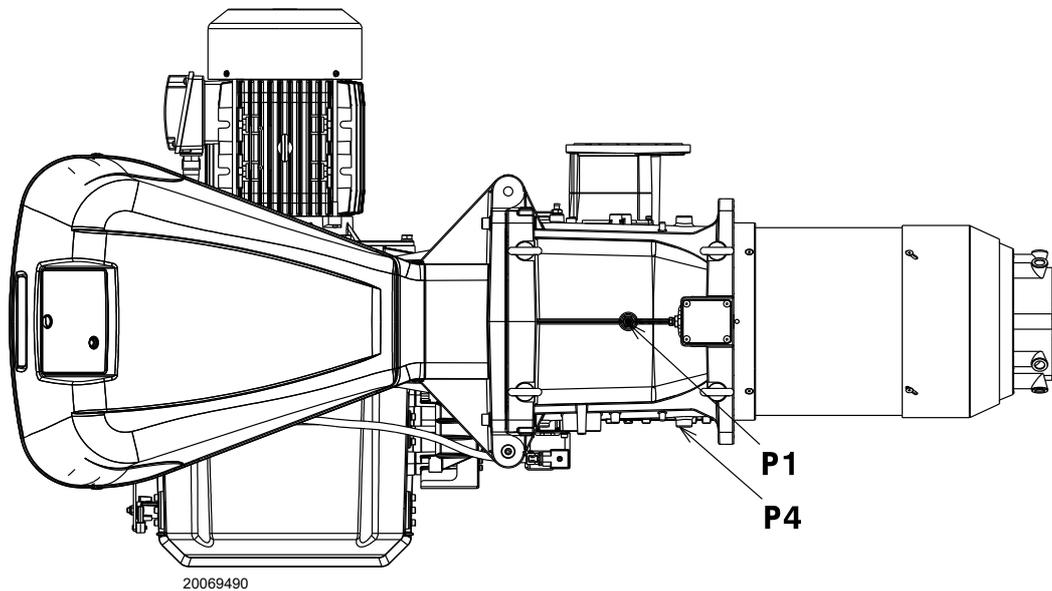

Abb. 26
Gasdruck, am Anschluss P1)(Abb. 26) gemessen mit:
- Vom Gasdruck am Anschluss P1)(Abb. 26) den Druck in der Brennkammer abziehen.
Gasdruck am Anschluss P1)(Abb. 26) = 58,1 mbar
Um stattdessen den am Anschluss P1)(Abb. 26) notwendigen Gasdruck zu ermitteln, nachdem die Höchstleistung festgelegt wurde, bei der der Brenner arbeiten soll:
- Rechts, in Spalte 1, den Druck am Anschluss P1)(Abb. 26) ablesen.
Am Anschluss P1)(Abb. 26) erforderlicher Druck.